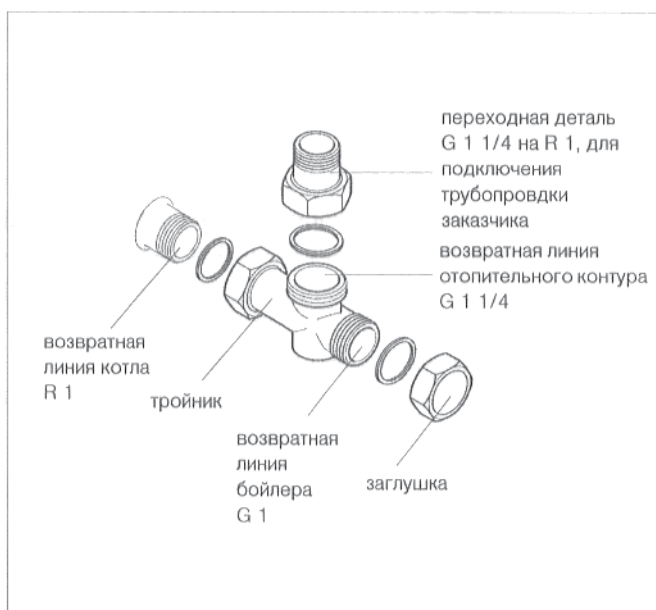

Рис. 7: возвратная линия G124 X
* только у G124 X, см. также рис. 7
- Вложить уплотнение в накидную гайку тройника, входящего в комплект поставки и привинтить тройник к точке подключения возвратной линии (рис. 7). Если бойлер не подключается, завинтить заглушку с уплотнением (рис. 7).
Если не применяется быстромонтажная система отопительного контура (дополнительная оснастка), то необходимо произвести монтаж переходной детали G 1 1/4, входящей в комплект поставки, на R1 для возвратной линии отопительного контура, у 90°-ного отвода (рис. 7)